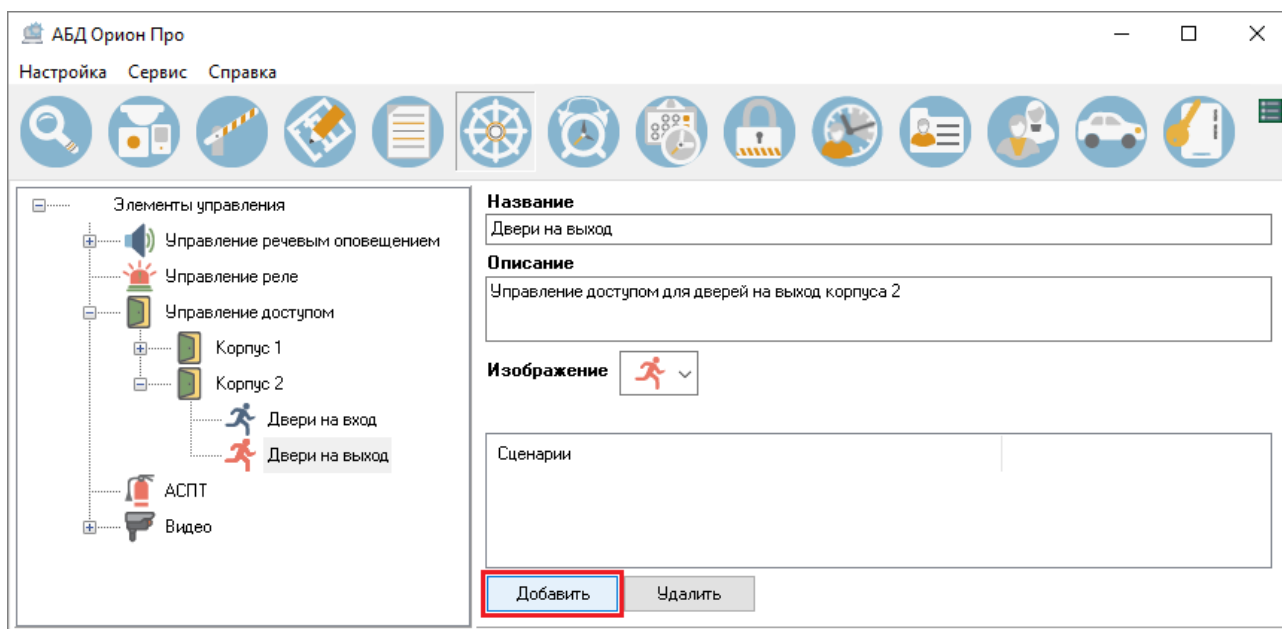

Рисунок 6-684 Переход к добавлению сценариев к элементу управления
- 1) нажмите кнопку «Добавить» в области сценариев элемента управления (см. Рисунок 6-684);